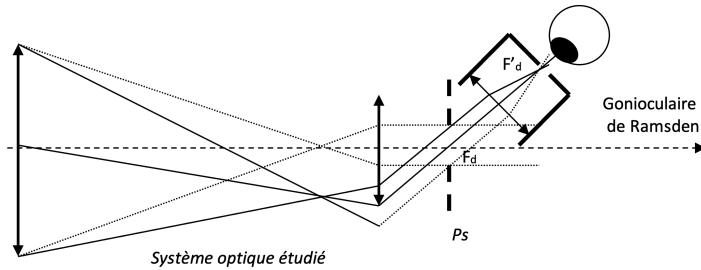

FIGURE 2.2 – Système optique étudié
**Mesure du champ image** On utilise pour cela un oculaire tournant (goni-oculaire de Ramsden). Il peut pivoter autour de son point focal objet. Il permet d'observer la pupille de sortie de la lunette (cf. figure 2.2 ci-dessous) et de mesurer à partir de quel angle de champ image la pupille de sortie apparaît partiellement puis totalement sombre.